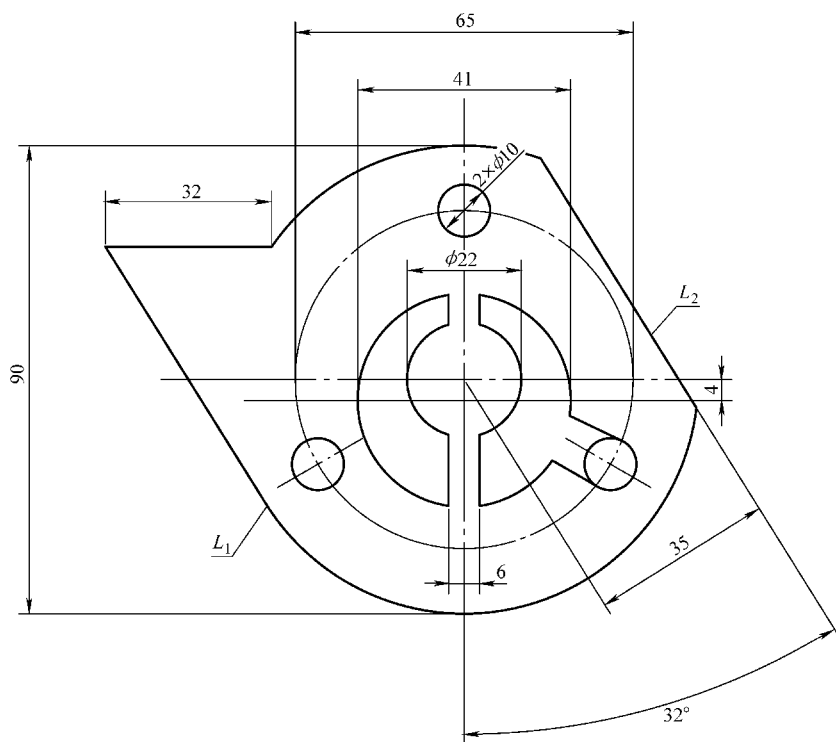

图 10-17 习题 10 图
10. 参照图 10-17 绘制图形, 注意 L_1 和 L_2 相互平行, 并计算该图形面积。